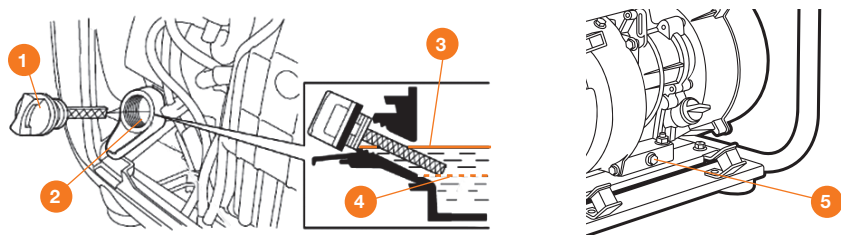

Рис. 8
- Разместите под двигателем подходящую емкость для сбора масла, затем снимите крышку/щуп 1 маслониливной горловины 2 (Рис. 8).